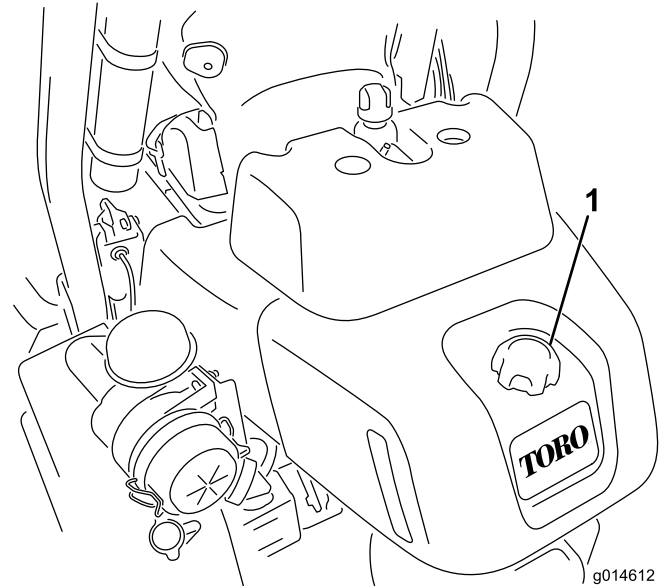

Bild 26
1. Reinigen Sie den Bereich um den Tankdeckel (Bild 26).